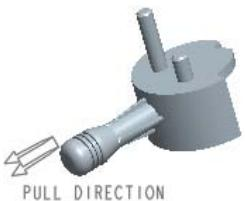
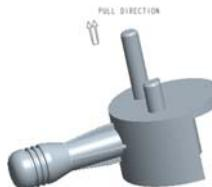

图 10.3 调整模具坐标系前
图 10.4 调整模具坐标系后
Step4. 在“布局”对话框的 **布局** 区域中单击 **单一** 单选项，在“布局”对话框中单击 **预览** 按钮，结果如图 10.3 所示。
(1) 在“布局”对话框中的 **参考模型起点与定向** 区域中单击 **获得坐标系类型** 按钮，系统弹出“获得坐标系类型”菜单。
(2) 定义坐标系类型。在“获得坐标系类型”菜单中选择 **Dynamic (动态)** 命令，系统弹出“参考模型方向”对话框。
(3) 旋转坐标系。在轴的区域中单击 **Y** 按钮，在“参考模型方向”对话框的 **值** 文本框中输入数值 90。
(4) 在“参考模型方向”对话框中单击 **确定** 按钮；在“布局”对话框中单击 **确定** 按钮；系统弹出“警告”对话框，单击 **确定** 按钮。在 **CAV LAYOUT (型腔布置)** 菜单中单击 **Done/Return (完成/返回)** 命令，完成坐标系的调整。结果如图 10.4 所示。